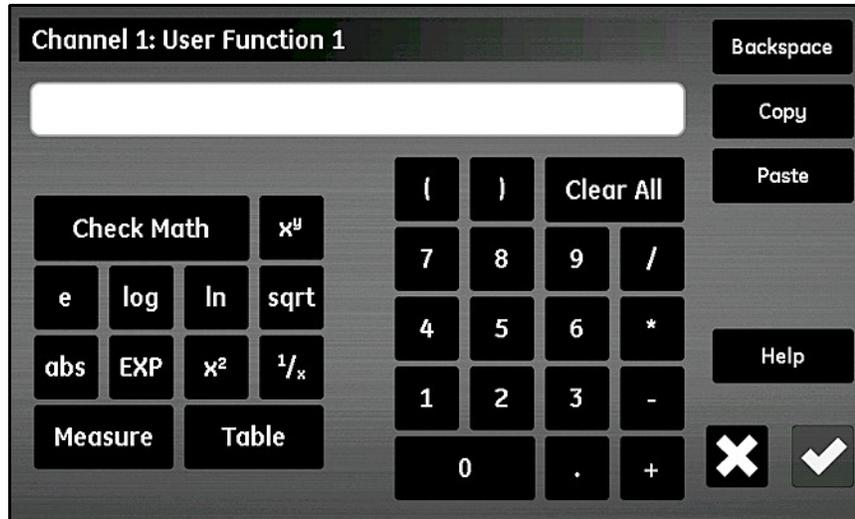

Abbildung 61: Bildschirm für Gleichungen von Benutzerfunktionen
3. Tippen Sie auf die Schaltfläche **Benutzerfunktion**, um den Namen der Funktion auszuwählen (**Funkt. 1**, **Funkt. 2**, **Funkt. 3** oder **Funkt. 4**). Tippen Sie dann auf das große Textfeld direkt unter der Schaltfläche **Kanal**, um den Bildschirm *Kanal x: Benutzerfunktion y* zu öffnen (siehe *Abbildung 61* unten) und die Gleichung für die Funktion einzugeben. Wenn Sie fertig sind, tippen Sie auf die Schaltfläche **Bestätigen**, um zum Bildschirm *Konfiguration von Benutzerfunktionen* zurückzukehren.
Die Schaltflächen in *Abbildung 61* ermöglichen die Aufnahme von mathematischen Standardfunktionen sowie von Nachschlagedaten aus vordefinierten Benutzertabellen (siehe *“Eingabe von benutzerdefinierten Tabellen“* auf *Seite 69*). Die Schaltfläche **Gleichung prüfen** wird verwendet, um nach Fehlern in der Gleichungsdefinition zu suchen. Sie können auch jederzeit auf die Schaltfläche **Alle löschen** tippen, um von vorn zu beginnen. Mit den Schaltflächen **Kopieren** und **Einfügen** am oberen rechten Bildschirmrand können Sie Informationen aus einer Benutzerfunktion in eine andere kopieren, um dieselben Informationen nicht mehrmals eingeben zu müssen.